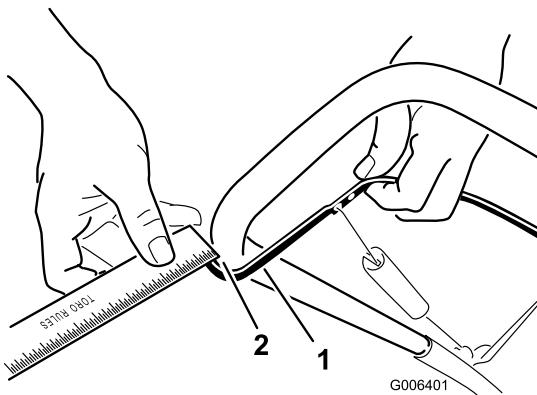

Figure 24
Rapprochez la barre de commande du guidon pour tendre le câble de commande (Figure 24).
Remarque: Vérifiez que la barre de commande et le guidon sont espacés de 2 à 3 mm (1/16 à 1/8 po) (Figure 24).
2. Accrochez le raccord en Z à un trou plus haut ou plus bas sur la biellette de réglage de manière à obtenir un écart de 2 à 3 mm (1/16 à 1/18 po) entre la barre de commande et le guidon (Figure 24).